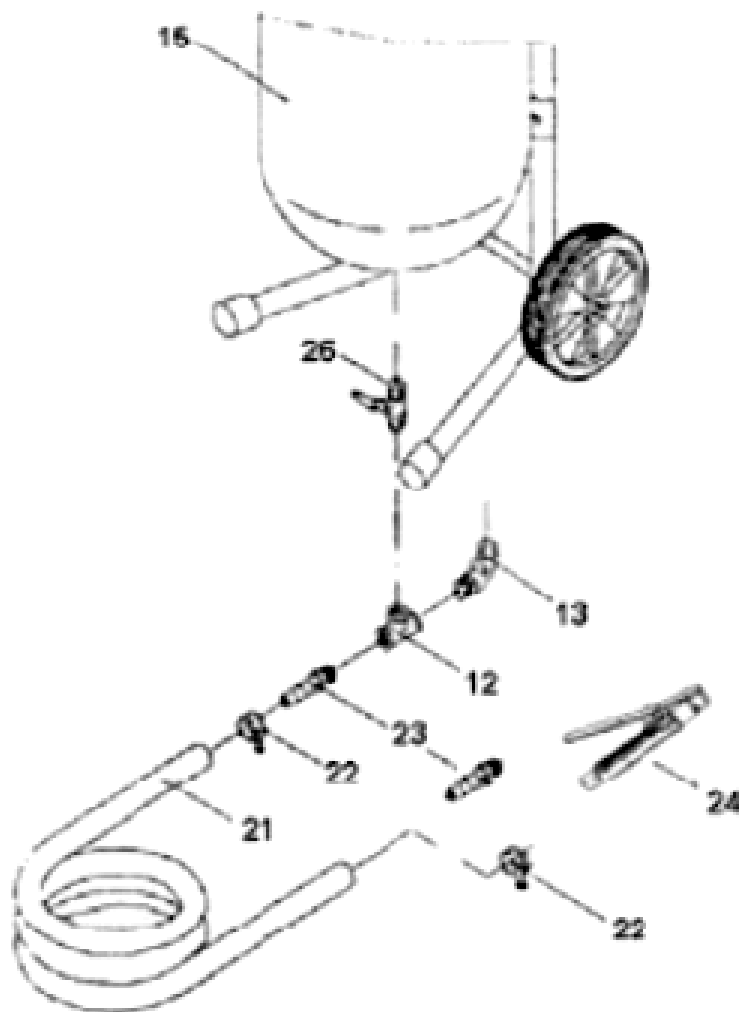
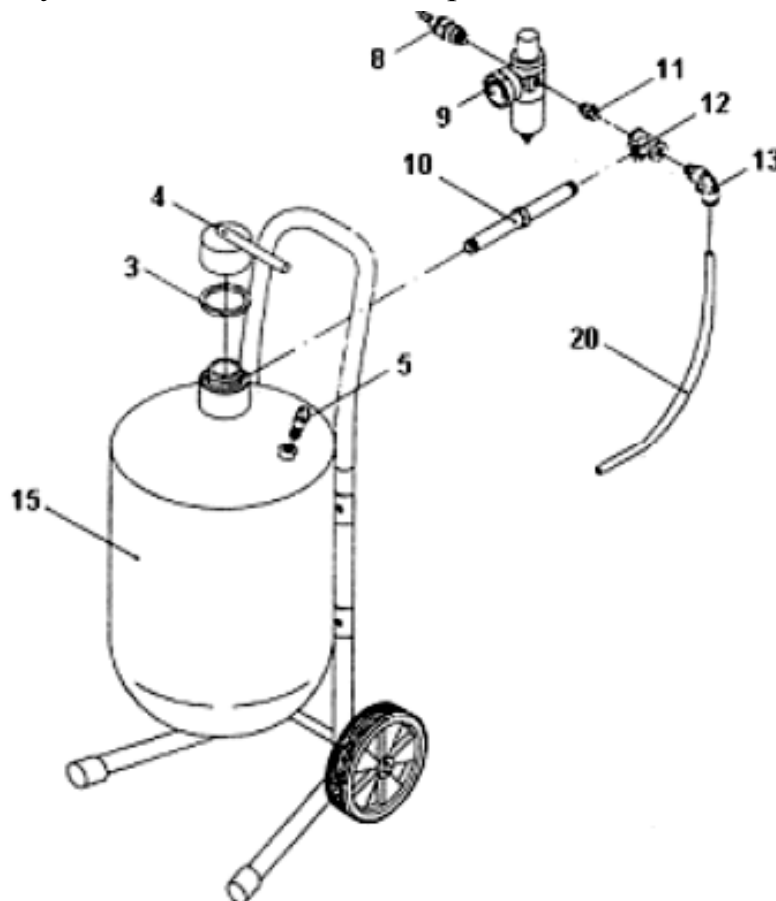

Рис. 3. Сборка линии абразива.
Рис. 4.
- Вверните штуцер (8) во входное отверстие фильтра-регулятора (9).
- Вверните в выпускное отверстие фильтра-регулятора (9) через проходник (11) впускной коллектор (12). Манометр фильтра-регулятора должен быть обращен в сторону как на Рис. 4.
- Вверните монтажную трубу (10) в боковое отверстие впускного коллектора (12).
- Полученную сборку свободным концом монтажной трубы (10) вверните в резьбовой порт на вершине резервуара (15).
- Вверните предохранительный клапан (5) в резьбовое отверстие верхней части резервуара (15).
- Наверните крышку (4) на засыпную горловину резервуара через уплотнительное кольцо (3).
- Вверните угловой соединитель (13) в свободное отверстие впускного коллектора (12).
- Удостоверьтесь, что концы угловых соединителей (13) на Рис. 3 и на Рис. 4 направлены друг к другу.
- Вставьте концы воздушного шланга (20) в угловые соединители (13) воздушной линии и линии абразива соответственно.